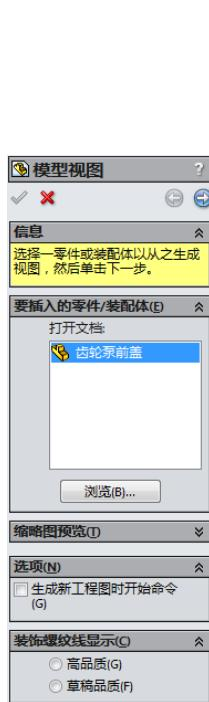
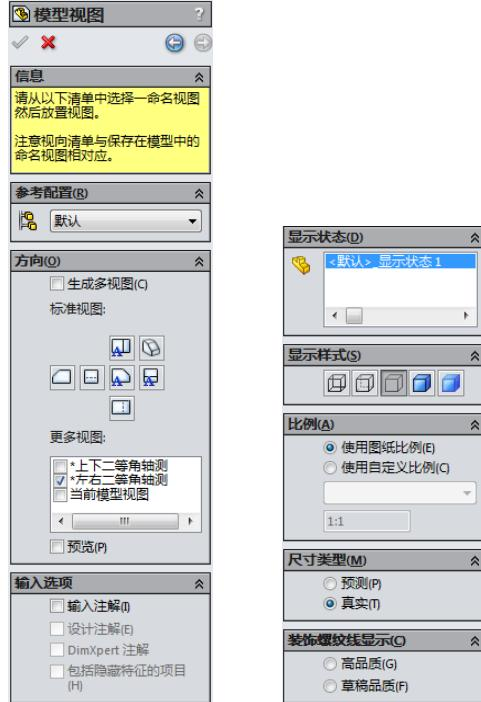
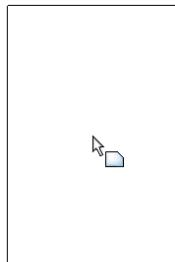
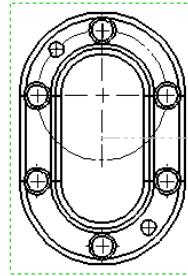

图 8-92 “模型视图”对话框
图 8-93 参数设置
图 8-94 放置框
图 8-95 主视图
**03** 在菜单栏中选择“插入”→“工程图视图”→“模型视图”命令，或者单击“视图布局”工具栏中的“模型视图”图标按钮 $\text{视图}$ ，会出现“模型视图”FeatureManager（如图8-92所示），在FeatureManager中单击浏览按钮，在弹出的选择对话框中选择要生成工程图的前盖零件图。选择完成后单击“模型视图”中的 $\text{视图}$ 按钮，这时会进入模型视图参数设置Feature Manager，参数设置如图8-93所示。此时在图形编辑窗口，会出现如图8-94所示放置框，在图纸中合适的位置放置主视图，如图8-95所示。